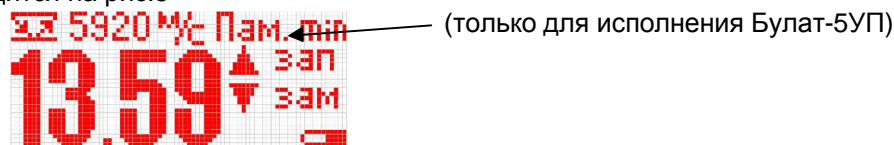

Рис.5
3.3.3 Метка “Память” (только для исполнения Булат-5УП) Отображаемый на индикаторе вид метки для разных исполнений приводится на рис.5